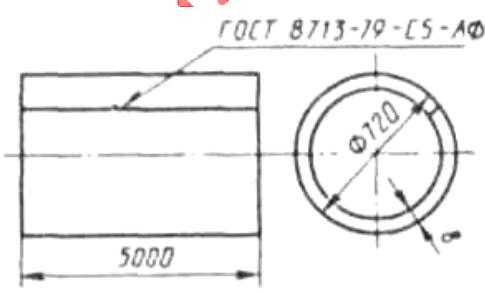

Рис. 44
2. Разработайте процесс двусторонней сварки трубы из стали марки Ст3 (рис. 44). Производство крупносерийное. Укажите тип соединения и форму разделки кромок под сварку по ГОСТу. Дайте эскиз сечения шва с указанием размеров. Выберите марку и диаметр электродной проволоки и флюса. Подберите режим сварки. По размерам шва подсчитайте массу наплавленного металла. Определите расход электродной проволоки и флюса с учетом потерь, расход электроэнергии и время сварки изделия. Укажите методы контроля сварного шва.